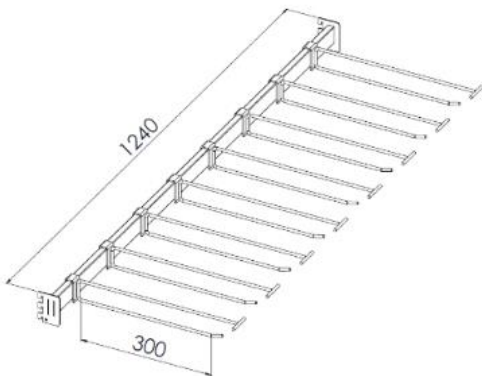

Figura 14: Barra 1240 mm com 8 ganchos
- 4 - Os expositores verticais da linha Mercado permitem a utilização de barras e ganchos. Quando o cliente escolher por esta opção para expor os seus produtos encartolados, é preciso remover a(s) prateleira(s) que será (ão) substituída(s) pela(s) barra(s) e ganchos. Sugerimos distribuir 8 ganchos ao longo da barra 1240 mm, conforme Figura 14. Para a barra 620 mm sugerimos distribuir ao longo do seu comprimento 5 ganchos, conforme Figura 15. Lembrando que estas quantidades são uma sugestão, pois a quantidade ideal de ganchos irá depender do tamanho da embalagem da mercadoria a ser exposta.